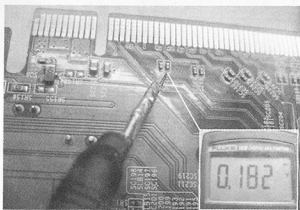

图 5-35 阻值正常了
(9) 二极管值无穷大,表示有断路,检查线路没有断线,那就只有可能是 GPU 损坏或空焊,或者 PCB 过孔不通,不管是哪种原因,都要先加焊 GPU。果然,加焊完 GPU 后阻值就正常了,如图5-35所示。